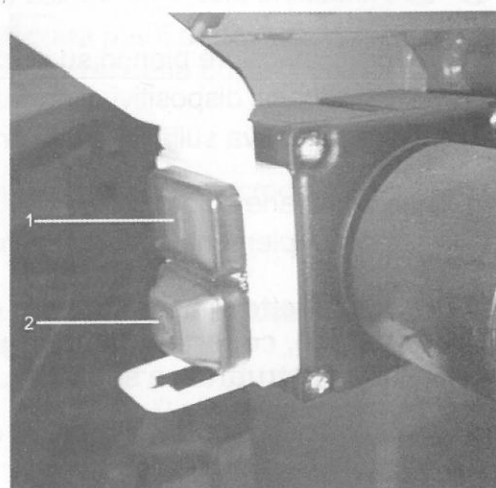

Fig. 3
- ▶  La macchina è provvista di un pulsante di marcia (1 Fig.3) e uno di arresto (2 Fig. 3).
- ▶   **SVG650/700/1000** - Prima di premere l'interruttore di arresto della macchina (2 Fig. 3), portare la colonna spaccalegna al punto morto inferiore.
- ▶ **⚠** Con la mano sinistra premere verso il basso la maniglia destra della macchina e poi con l'altra mano premere l'interruttore (1 Fig. 3), attendere circa 2 secondi e quindi rilasciare la maniglia, in questo modo la macchina si avvia senza colpi di pressione.